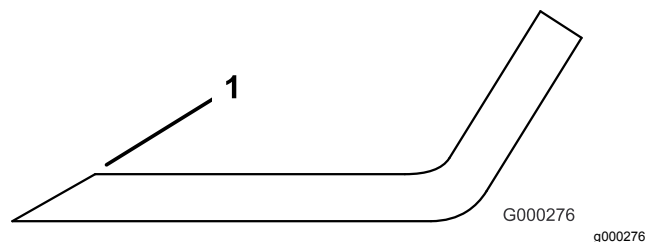

Figura 95
1. Affilate il tagliente da entrambe le estremità della lama (Figura 95).